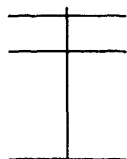

Рис. 2.2
- ◆ повторение команды **Отступ (Offset)**. Рисуем линию на расстоянии 25мм от верхней горизонтальной линии, определяя границу между полусферой и конусом и центр полусферы R25 (рис. 2.2).